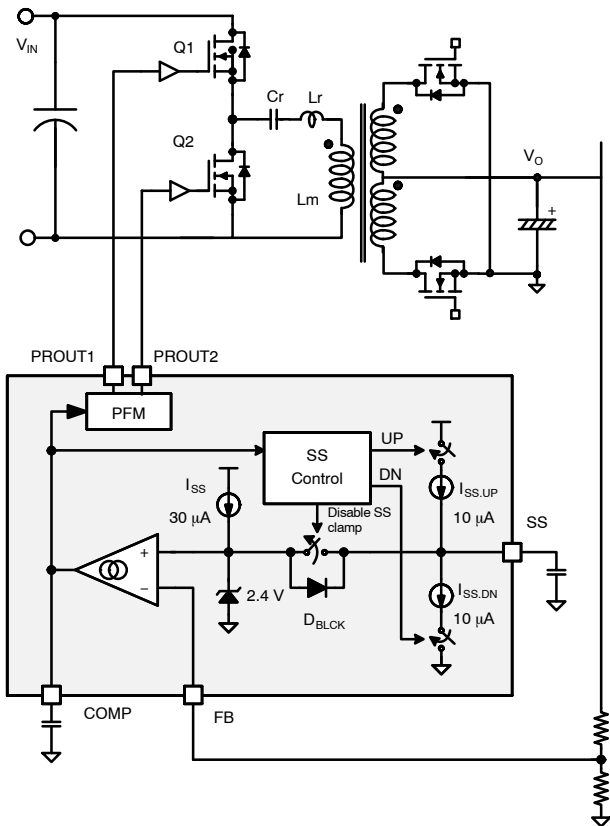

図 68. 閉ループソフトスタート回路図
図 68 は、フィードバック制御および閉ループソフトスタートの概略回路図です。通常の定常動作中、ソフトスタート (SS) ピンは、2.4 V にクランプされているエラーアンプの非反転入力に接続されています。帰還ループは、エラーアンプ出力電圧が SS ピンの電圧と同じになるように動作します。スタートアップ期間では、内部電流源 ( $I_{SS,T}$ ) により SS コンデンサが充電され、SS ピンの電圧が徐々に増加します。従って、閉ループ SS 制御の結果、出力電圧も単調増加を示します。
SS コンデンサは過負荷保護 (OLP) 中のシャットダウン遅延時間にも使用されます。図 68 に OLP 波形を示します。通常動作中は、SS コンデンサの電圧が 2.4 V にクランプされます。出力が過負荷状態となると、 $V_{COMP}$  が High 側で飽和し、SS コンデンサは SS 制御ブロックによりクランプ回路から切り離されます。 $I_{SS}$  は  $D_{BLCK}$  でブロックされ、SS コンデンサは電流源  $I_{SS,UP}$  により徐々に充電されます。SS コンデンサの電圧が 3.6 V に達すると、OLP がトリガされます。ソフトスタートコンデンサが、2.4 V から 3.6 V まで充電されるのに必要な時間で、過負荷保護のシャットダウン遅延時間が決まります。